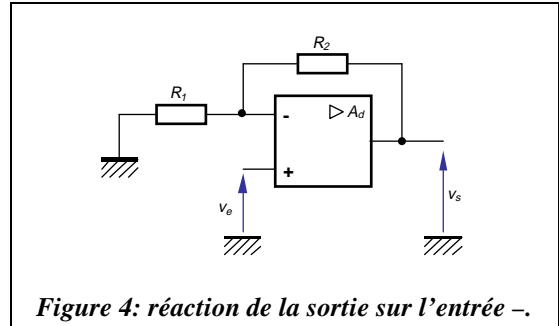

Figure 4: réaction de la sortie sur l'entrée -.
**Structure d'étude (Figure 4)**